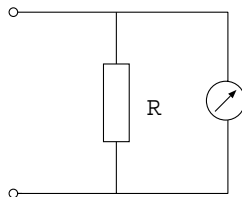

Figura 1:  $R_m = 990\Omega$  e  $I_{FS} = 50\mu A$
- a) Dato il circuito di figura 1 determinare le caratteristiche (valore di resistenza e potenza dissipata) del resistore di "shunt"  $R$ , per incrementare la portata dello strumento a  $10mA$ ,  $50mA$ ,  $200mA$ .